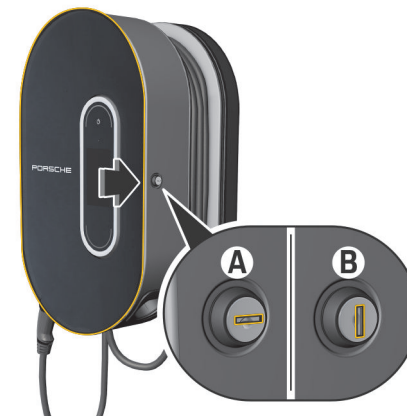

Abb. 18 Lade-Dock
- ▶ Schloss in die Position **A** (Abb. 18) drehen.
- ▶ Schloss in die Position **B** (Abb. 18) drehen.